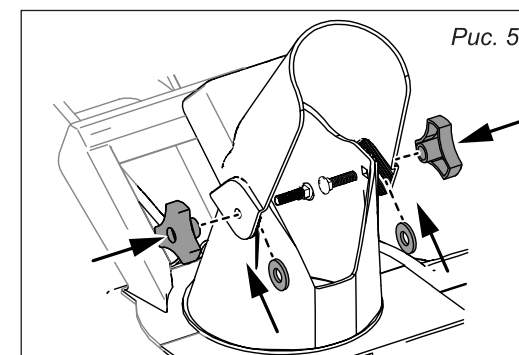

Рис. 5
7.4. Монтаж механизма выброса снега (рис. 5)